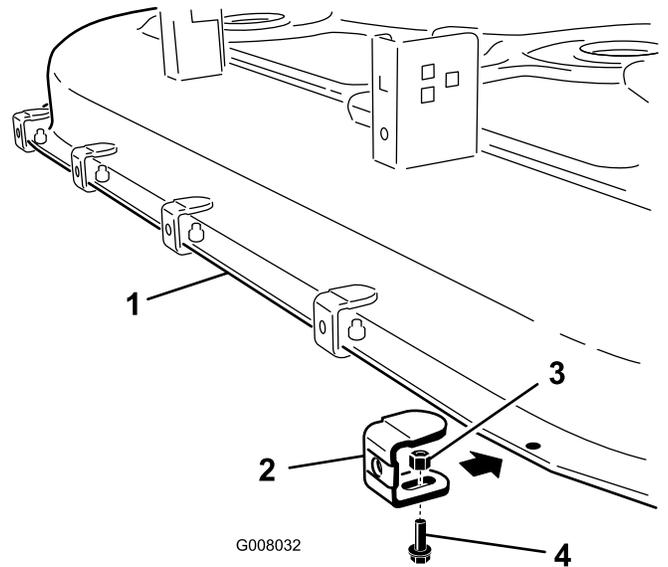

Bild 6
3. Montieren Sie die montierte Halterung wie in (Bild 6) gezeigt mit den fünf Schrauben (1/4 x 3/4 inch) und den fünf Sicherungsmuttern (1/4 Zoll) in den Löchern. Drücken Sie die Gummikappe der Halterung eng gegen die Rückseite des Mähwerkes und ziehen Sie sie an. Verwenden Sie das linke Loch für die mittlere Halterung.